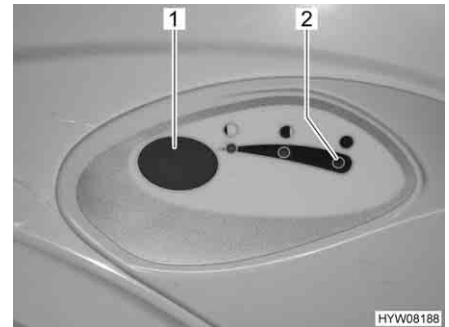

Bild 171 Spolknapp/kontrollampa Thetford-toalett
- För att spola, tryck på den blå spolknappen (Bild 171,1).
Kontrollampan (Bild 171,2) lyser när latrintanken måste tömmas.